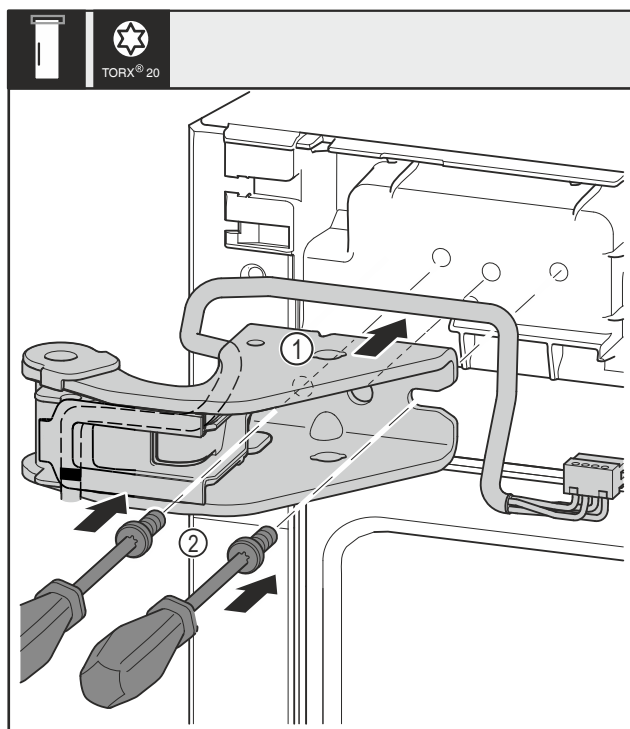

Fig. 32
- ▶ 装上上方的托架 Fig. 32 (1)。
- ▶ 用螺丝刀插入并旋紧螺钉 Fig. 32 (2)。